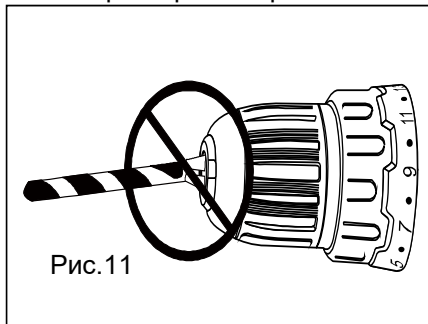

Рис.11
1. Поверните гильзу патрона (1) в направлении против часовой стрелки.
3. Поверните гильзу патрона (1) в направлении по часовой стрелке, пока губки патрона (2) не сойдутся равномерно и оснастка не будет надежно зажата.
**ВНИМАНИЕ!** Никогда не закрепляйте оснастку как показано на рисунке (**Рис. 11**). Оснастка должна быть зафиксирована ровно и всеми губками патрона одновременно.